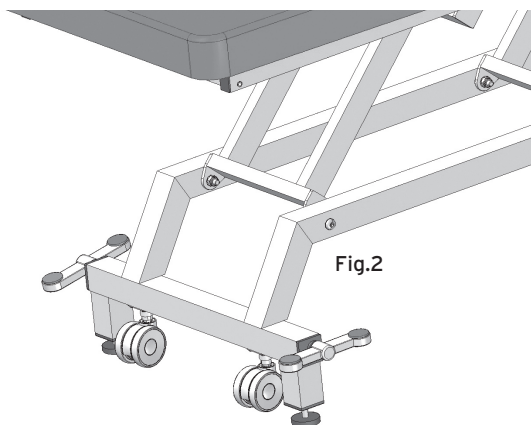

Fig.2
- Procedere al montaggio delle pedaline di comando delle ruote (Rif.F), disponendole come nella Fig.2